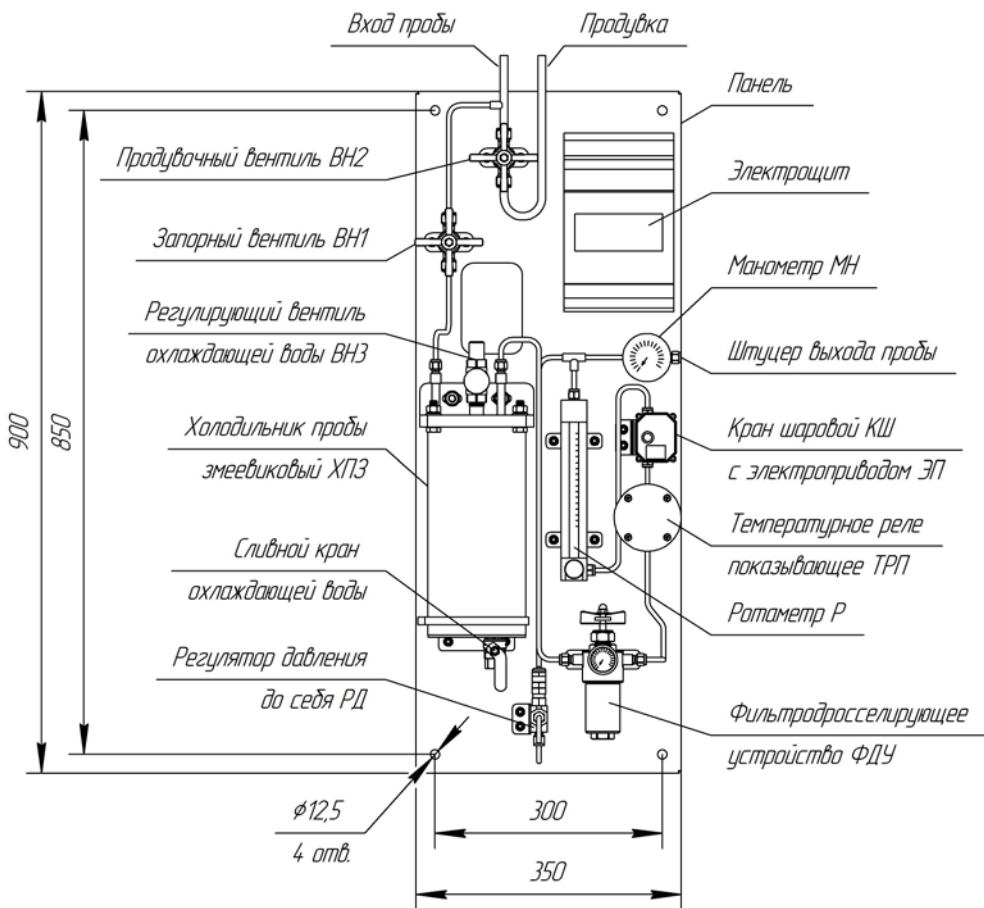

Рисунок 2 – Расположение элементов и габаритно-присоединительные размеры изделия
Изделие закрепить в вертикальном положении за четыре монтажных отверстия (рисунок 2) с помощью болтов М12. Высота размещения изделия определяется из удобства его эксплуатации и технического обслуживания
(рисунок 2) производится сваркой в среде защитных газов или при помощи соответствующих фитингов.
2.2.5.3 Проверка герметичности канала пробы (рисунок 2):